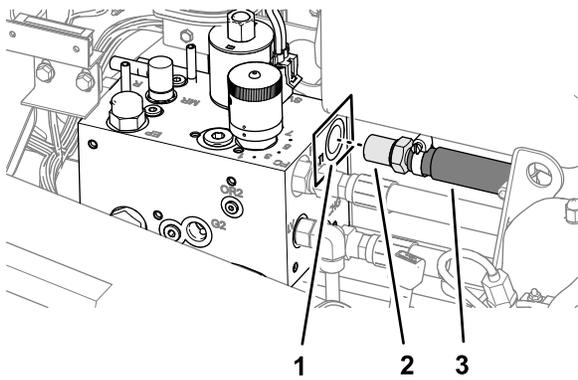

図 50
3. ホースについているバーブ付きストレートフィッティングTを、リール駆動マニホールドのポートTに取り付ける 図 50。